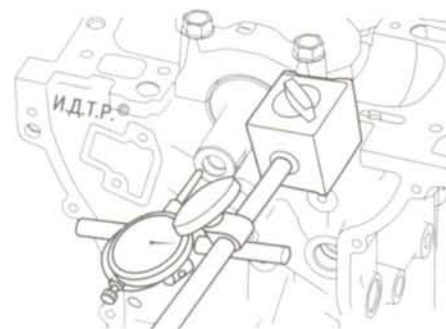

Рис. 5.35. Измерение осевого зазора коленчатого вала
21. Проверьте осевой зазор коленчатого вала (рис. 5.35), он должен составлять 0,05–0,25 мм. Предельно допустимый зазор 0,4 мм. Если зазор превышает предельно допустимое значение, замените упорные полукольца коленчатого вала.